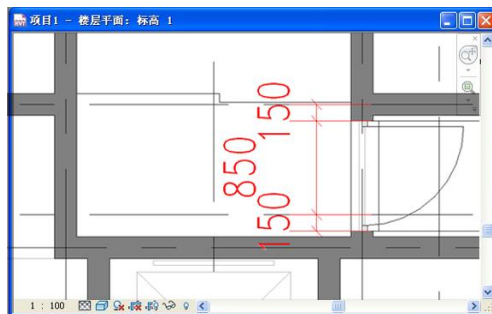

图 4-57
- 14) 单击“常用”选项卡>“构建”面板>“门”工具, 修改图元类型为 M\_单开门: M1022, 修改底高度为“300”, 在 6 轴位置放置门, 同样操作, 在 9 轴位置对称放置相同门族 (如图 4-57 所示)。